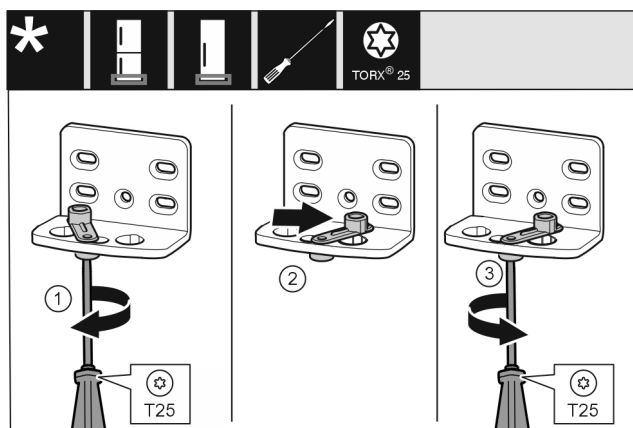

Fig. 15
- ▶ Открутите винт отверткой T25. Fig. 15 (1)
- ▶ Приподнимите фиксатор двери и поверните в отверстия на 90° направо. Fig. 15 (2)
- ▶ Затяните винт отверткой T25. Fig. 15 (3)